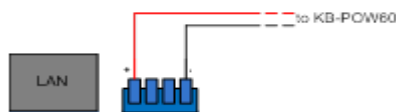
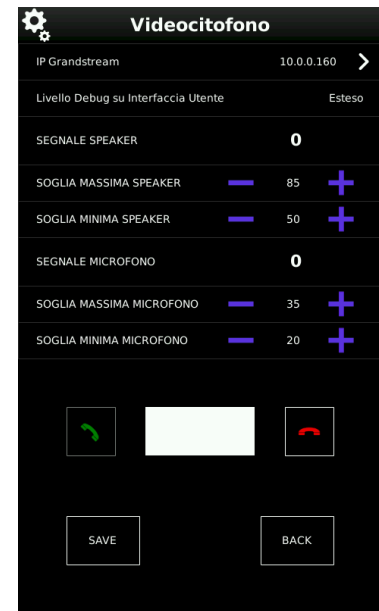

Figura2 (vista retro)
figura 3
- Selezionare la voce Videocitfono (figura2) e quindi entrare nella pagina di configurazione dei parametri (figura 3)